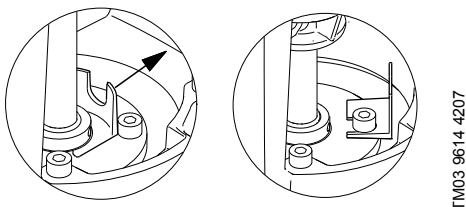

Рис. 4 Хранение регулировочной вилки
8. Снять с вала (поз. 51) регулировочную вилку (поз. Н). Повернуть её и закрепить винтом (поз. 58а). Смотри рис. 4.